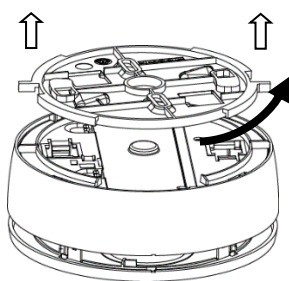

Figura 6
2. Rimuovere la staffa di fissaggio dal rivelatore ruotandola in senso antiorario e quindi sollevandola (vedere Figura 6).